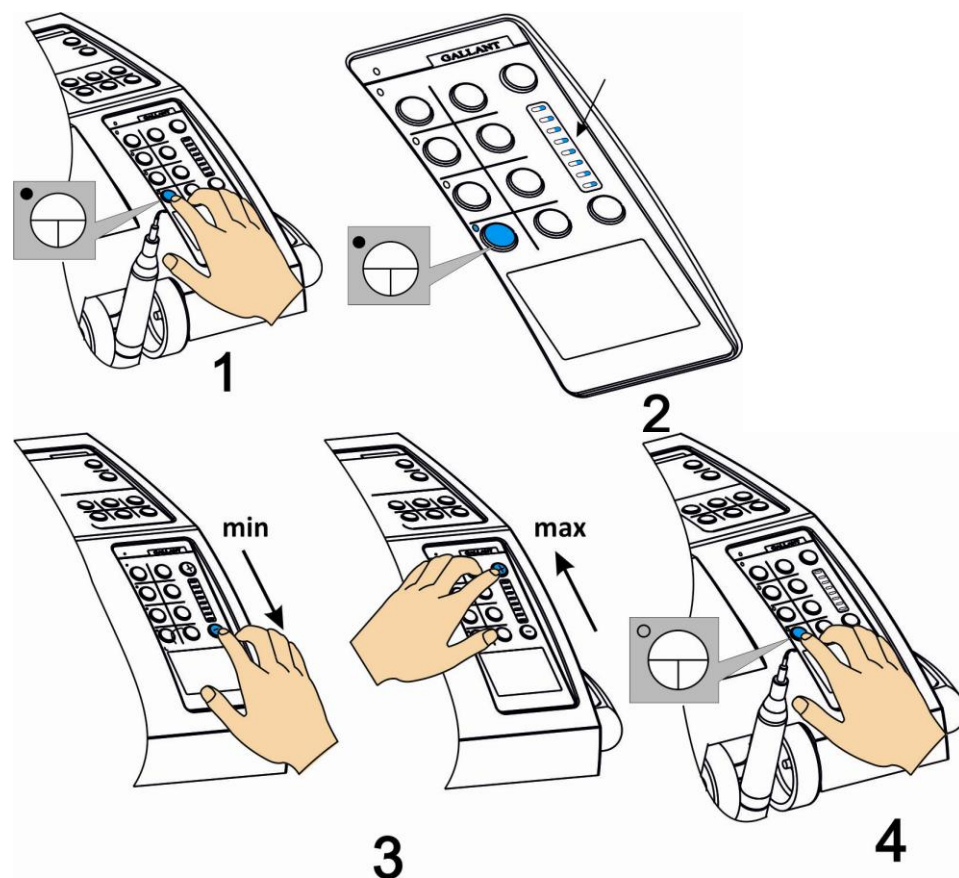

Рисунок 5.3.3.3 Настроювання крутного моменту мікромотора в режимі ЕНДО
1. Натисніть кнопку вмикання режиму ЕНДО, при цьому миготить індикатор який означає встановлення даного режиму (див. Рисунок 5.3.3.3).